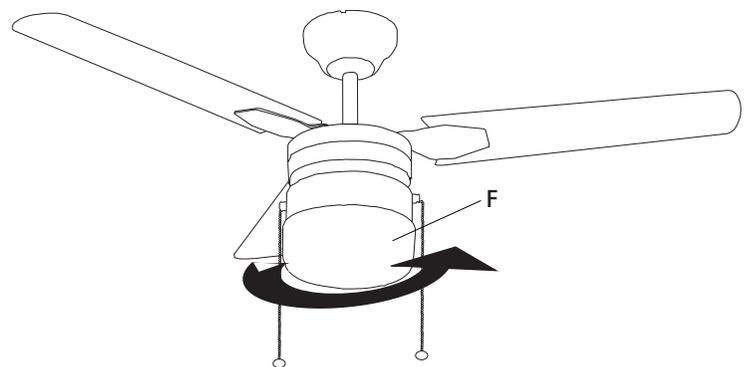

Figura 16
- Coloque la pantalla de la lámpara (F) en el ajustador de la lámpara mediante un suave giro y ajuste en sentido horario (Figura 16).